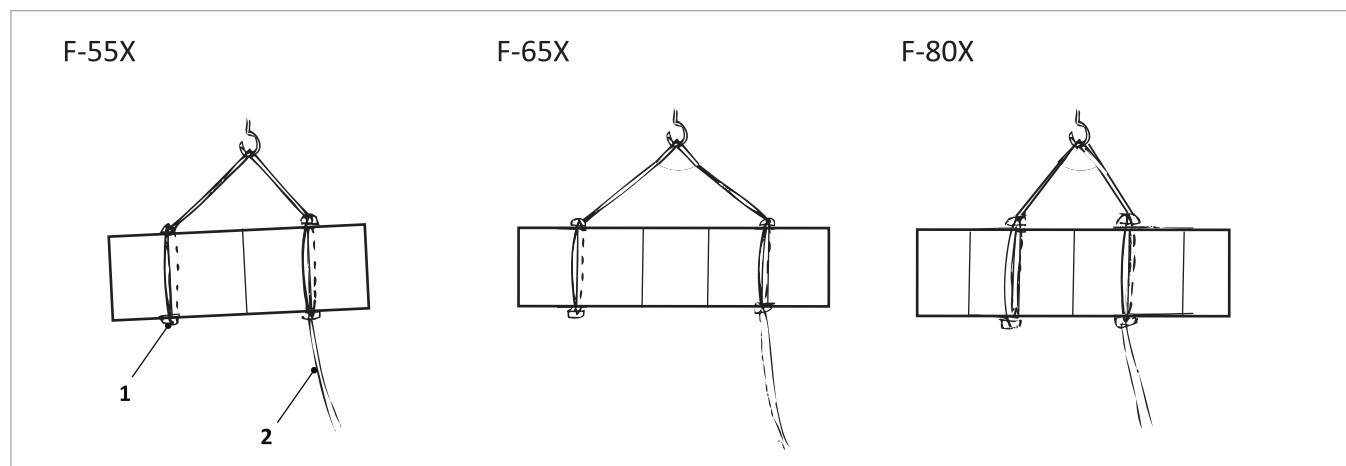

Fig. 2: SolvisFera: posición de los puntos de agarre y de las correas de elevación
- Fijar los puntos de agarre y las correas de elevación en el colector según ➔ fig. 2 .